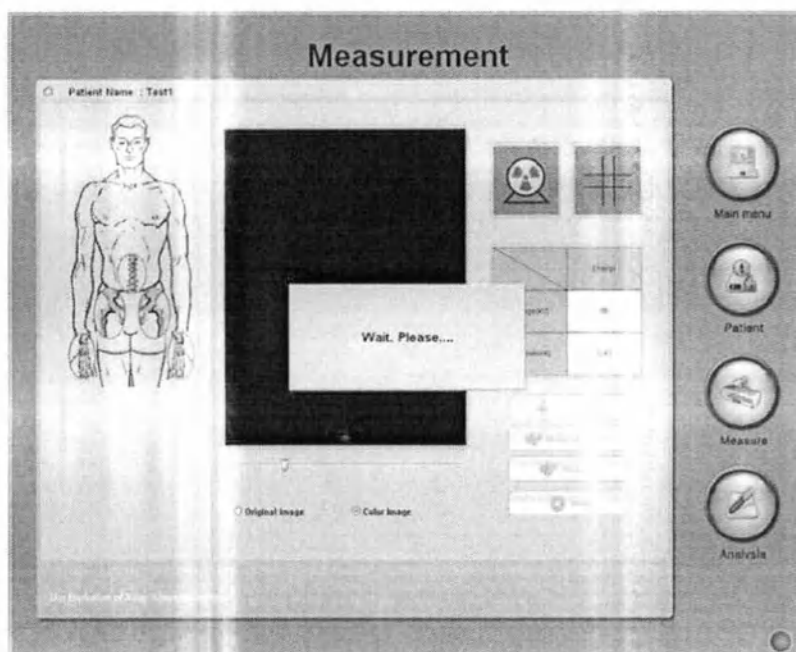

Рис. 10 Начальный экран Измерения
(3) Дождитесь восстановления связи с оборудованием. См. рис. 10